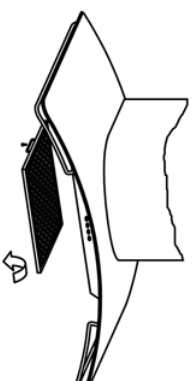
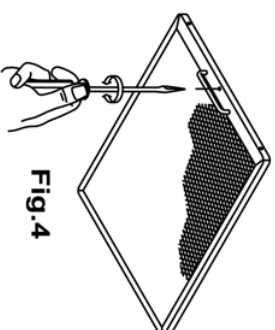

Fig.3
Fig.4
- **Limpieza del filtro de grasa:** En virtud del uso y como mínimo cada mes, los filtros de grasa deberán ser desmontados (Fig. 3) y (Fig. 4) y lavados en lavavajillas o en agua caliente y detergente. En el caso de utilizar lavavajillas, es recomendable colocarlos en posición vertical para evitar que los restos de comida se depositen sobre el mismo. Después de haberlos enjuagado y secado colocarlos nuevamente en su lugar, actuando de forma inversa al desmontarlos.
- Nettoyage du filtre à graisse:** En fonction de l'usage au moins une fois par mois, démonter les filtres à graisses (Fig. 3) et (Fig. 4), et nettoyer à l'eau chaude et du détergent, ou utilisant le lave-vaisselle, auquel cas, il est recommandé de les placer en position verticale pour éviter le dépôt de déchets alimentaires. Après les avoir rincés et essuyés, les remettre en place en suivant les instructions de démontage à rebours.